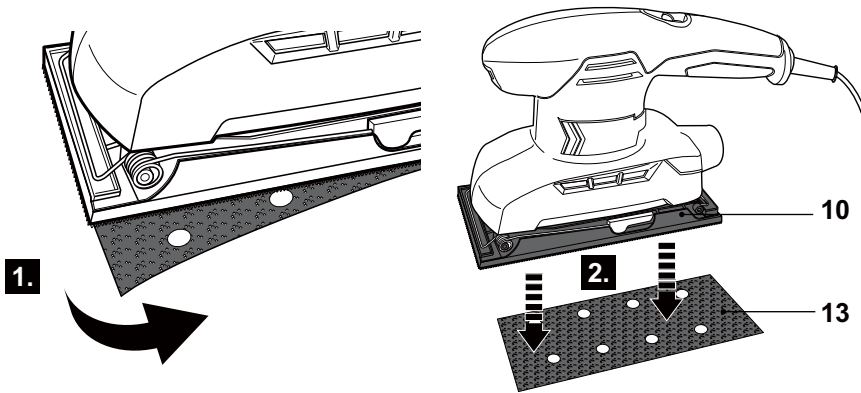

Fig.2
- > Segure a extremidade da folha de lixa (13) e puxe-a para fora para retirar a folha de lixa da placa base (10) (Fig. 2).